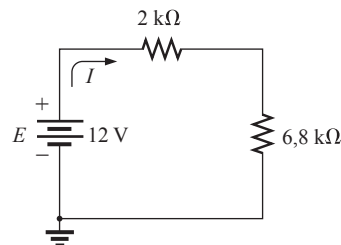

Figura 5.127 Problema 45.
- 45. a) Determine a corrente através do circuito na Figura 5.127.
- b) Se um amperímetro com uma resistência interna de 250 Ω é inserido no circuito na Figura 5.127, qual efeito ele terá sobre o nível de corrente?